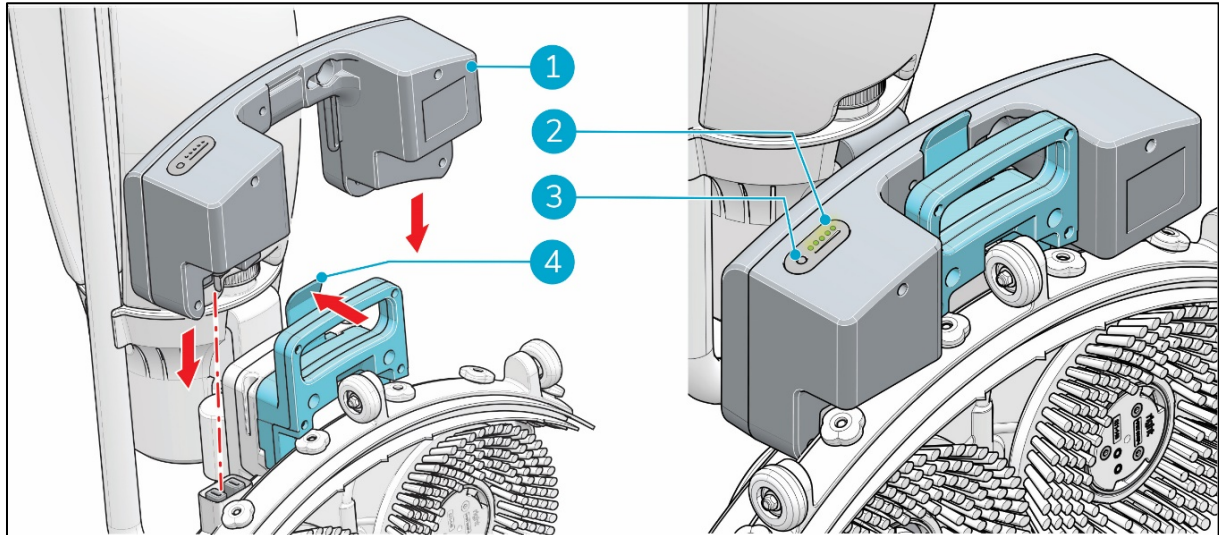

Abbildung 13
2. Drücken Sie den Akku (Figure 13, Pos. 1) auf die Anschlüsse. Der Akku rastet hörbar im Halteclip ein (Figure 13, Pos. 4).
3. Während des Betriebs können Sie die verbleibende Ladung (Figure 13, Pos. 2) ermitteln, indem Sie auf die Betriebsanzeige (Figure 13, Pos. 3) am Akku drücken.